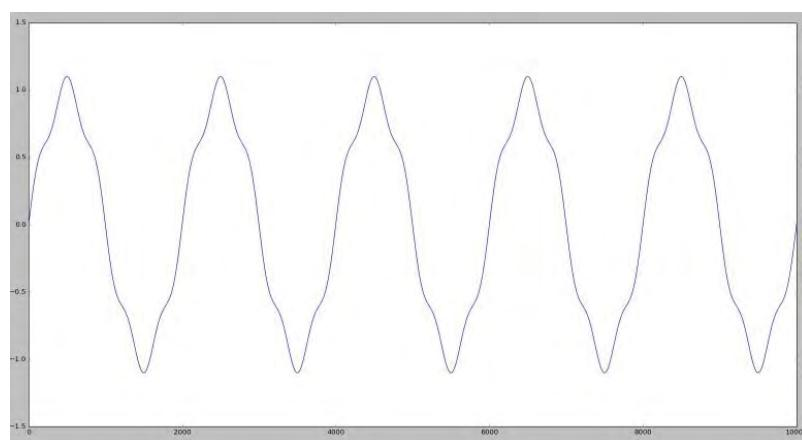

图 2.2 基波谐波合成波
- 基波信号上叠加谐波合成的波形，因与基波同步，波形以基波频率周期变化，峰值固定，不会出现电压波动现象，如图 2.2；